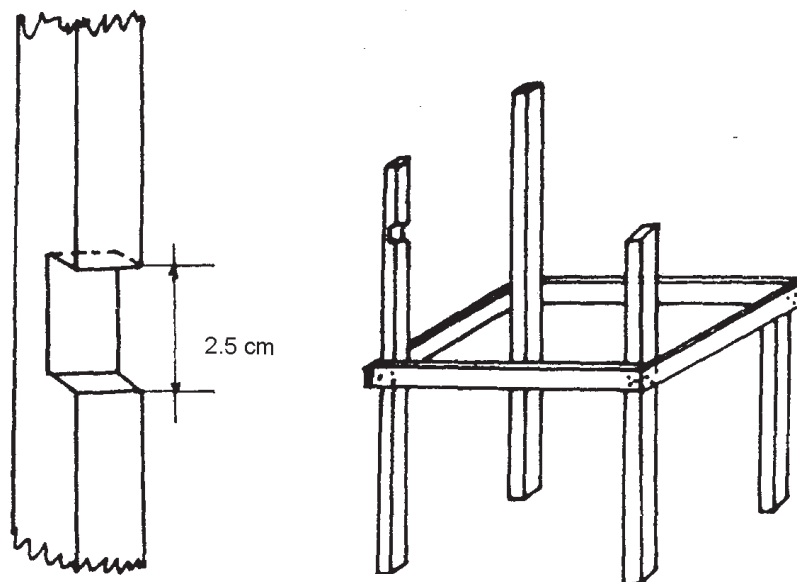

Figura 11
- Haz un corte en la parte trasera de la silla, a una altura de 30 cm (figura 11).